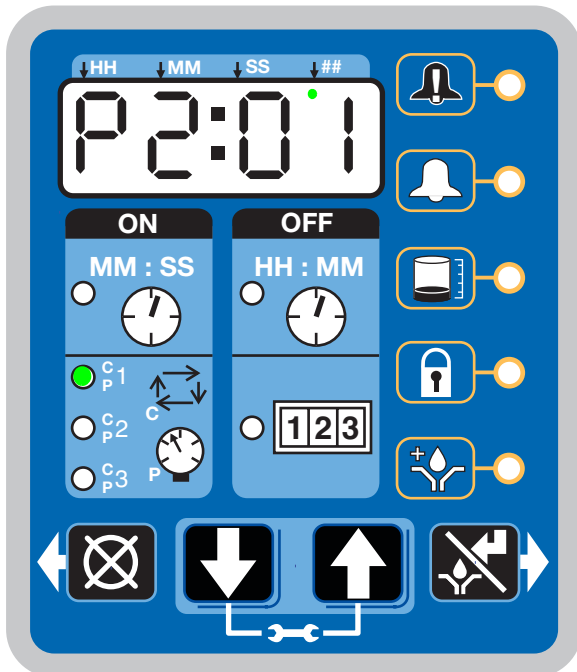

FIG. 30
- La pantalla indica el sensor (C1, C2, C3) y los ciclos restantes para ese sensor (Fig. 30).
El ejemplo indicado en la FIG. 30 muestra al sensor C1 con 5 ciclos restantes.